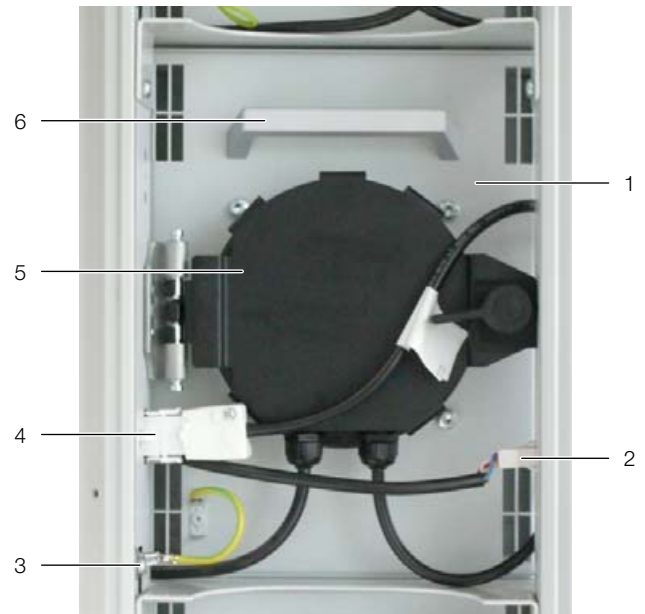

Abb. 38: Lüftermodul im Lüftereinschub
- Lösen Sie links und rechts die beiden Anschlussstecker DC und AC des Lüfters (Abb. 38, Pos. 2 und 4).
- Lösen Sie die Erdungsverbindung am Lüfter (Abb. 38, Pos. 3).
Stellen Sie beim Anschluss sicher, dass die beiden Kabel des Lüfters nicht zu nah aneinander über längere Strecken parallel zueinander geführt werden. Abb. 38 zeigt eine optimale Verlegung der Kabel.